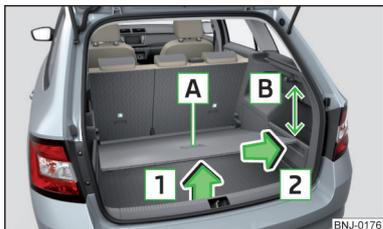

Fig. 108
- Saisissez le plancher de chargement variable par la poignée **A** » fig. 108.
- Saisissez le plancher de chargement variable à la poignée **A** » fig. 108.
- Lors de l'extraction ou du réglage du plancher de chargement variable, maintenir l'écart sous le bord du couvre-bagages enroulable de 15 cm **B** » fig. 108 - risque d'endommagement de l'étanchéité du capot du coffre à bagages.